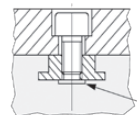

Bild 3
- Bild 3: Richtige Verschraubung, Schraubenende darf den Boden des Schleifkörpers nicht berühren.